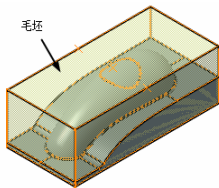

图 3-208 定义毛坯零件（3）
5) 定义毛坯零件（3）。单击 Stock 按钮，系统自动隐藏“Part Operation”对话框，在图形区创建毛坯实体作为毛坯零件，如图 3-208 所示，然后双击空白处返回“Part Operation”对话框。